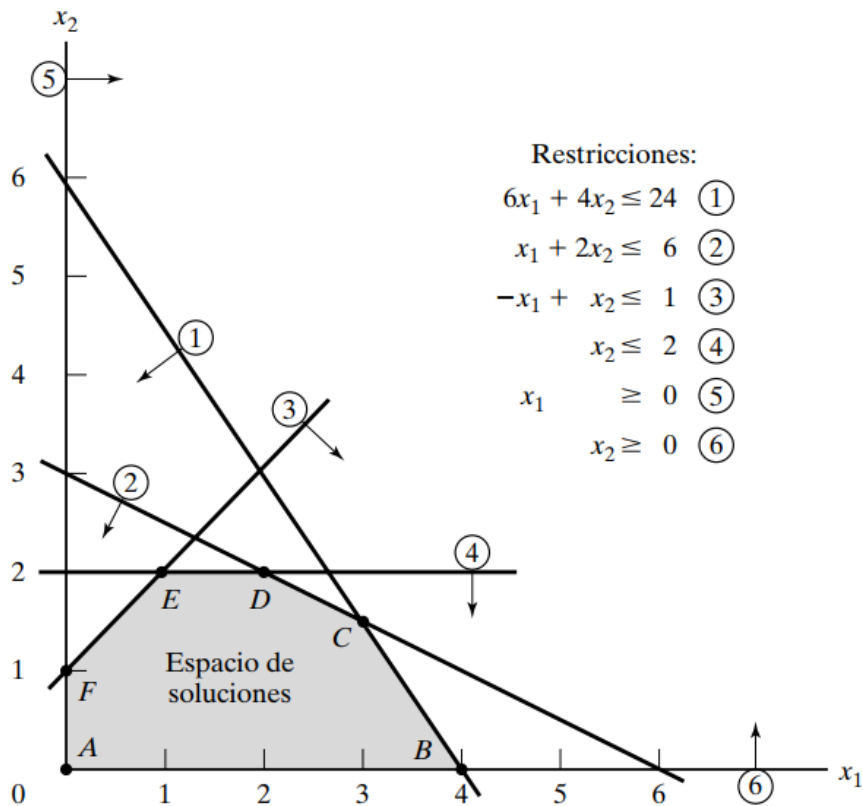
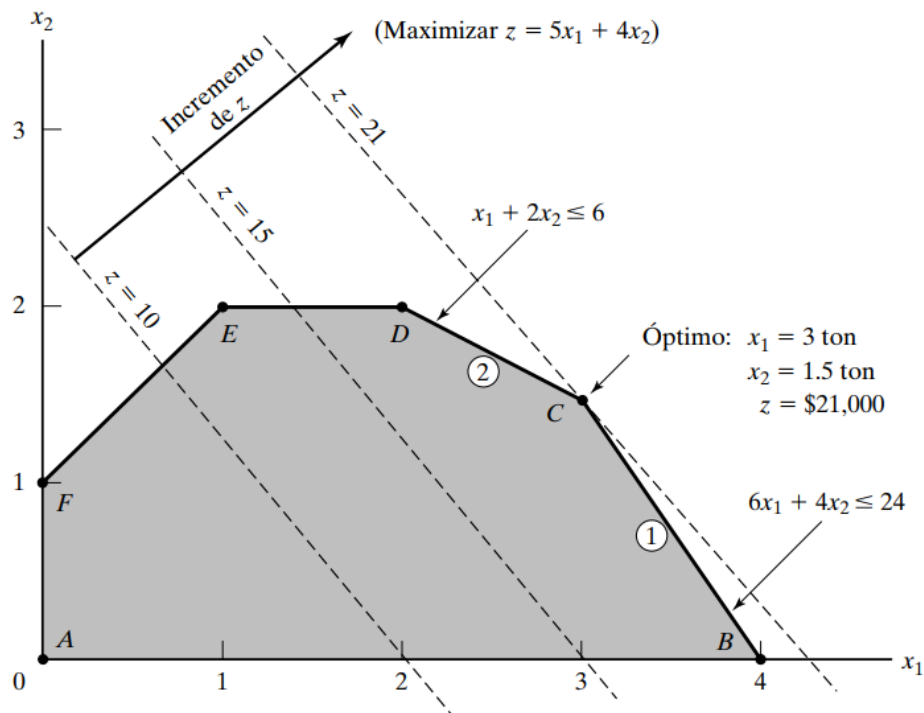

Figura 1. Espacio factible del modelo de Reddy M.
Figura 2. Solución óptima del modelo de Reddy M.
En la figura 1, el eje horizontal  $x_1$  y el eje vertical  $x_2$  representan las variables pintura para exteriores y pintura para interiores, respectivamente. En consecuencia, las restricciones de no negatividad limitan el área del espacio de soluciones al primer cuadrante: arriba del eje  $x_1$  y a la derecha del eje  $x_2$ .
Por ejemplo, después de sustituir  $6x_1 + 4x_2 \leq 24$  con la recta  $6x_1 + 4x_2 = 24$ , se pueden determinar dos puntos distintos, primero igualando  $x_1=0$  para obtener  $x_2 = 24/4 = 6$  y después igualando  $x_2=0$  para obtener  $x_1 = 24/6 = 4$ . De este modo, la recta que pasa por los dos puntos (0, 6) y (4, 0) es la que se identifica con (1) en la figura 1.
Como  $6 \times 0 + 4 \times 0 = 0$  es menor que 24, el semiplano que representa la desigualdad incluye al origen (lo que se indica con la flecha en la figura 1). Para demostrar el uso de otros puntos de referencia, investigaremos (6, 0). En este caso  $6 \times 6 + 4 \times 0 = 36$  que es mayor que el lado derecho de la primera restricción, y eso indica que el lado en el que está (6, 0) no es factible para la desigualdad. Este resultado es consistente con el que se obtuvo usando (0, 0) como punto de referencia. Con la aplicación del
procedimiento del punto de referencia a todas las restricciones del modelo se obtiene el espacio factible que se indica en la figura 1.
El espacio factible de la figura 1 está delimitado por los segmentos de recta que unen a los vértices A, B, C, D, E y F. Todo punto dentro o en la frontera del espacio A, B, C, D, E, F es factible, porque satisface todas las restricciones. Ya que el espacio factible A, B, C, D, E, F está formado por una cantidad infinita de puntos, es obvio que se necesita un procedimiento sistemático para identificar la solución óptima. Para identificar la solución óptima se requiere identificar la dirección en la que aumenta la función utilidad  $z = 5x_1 + 4x_2$  (recuérdese que se está maximizando a  $z$ ). Para hacerlo se asignan valores arbitrarios crecientes a  $z$ . Por ejemplo, si  $z=10$  y  $z=15$  equivaldría a graficar las dos rectas  $5x_1 + 4x_2 = 10$  y  $5x_1 + 4x_2 = 15$ . En consecuencia, la dirección de aumento en  $z$  es la que se ve en la figura 2. La solución óptima se encuentra en C, que es el punto, en el espacio de soluciones,